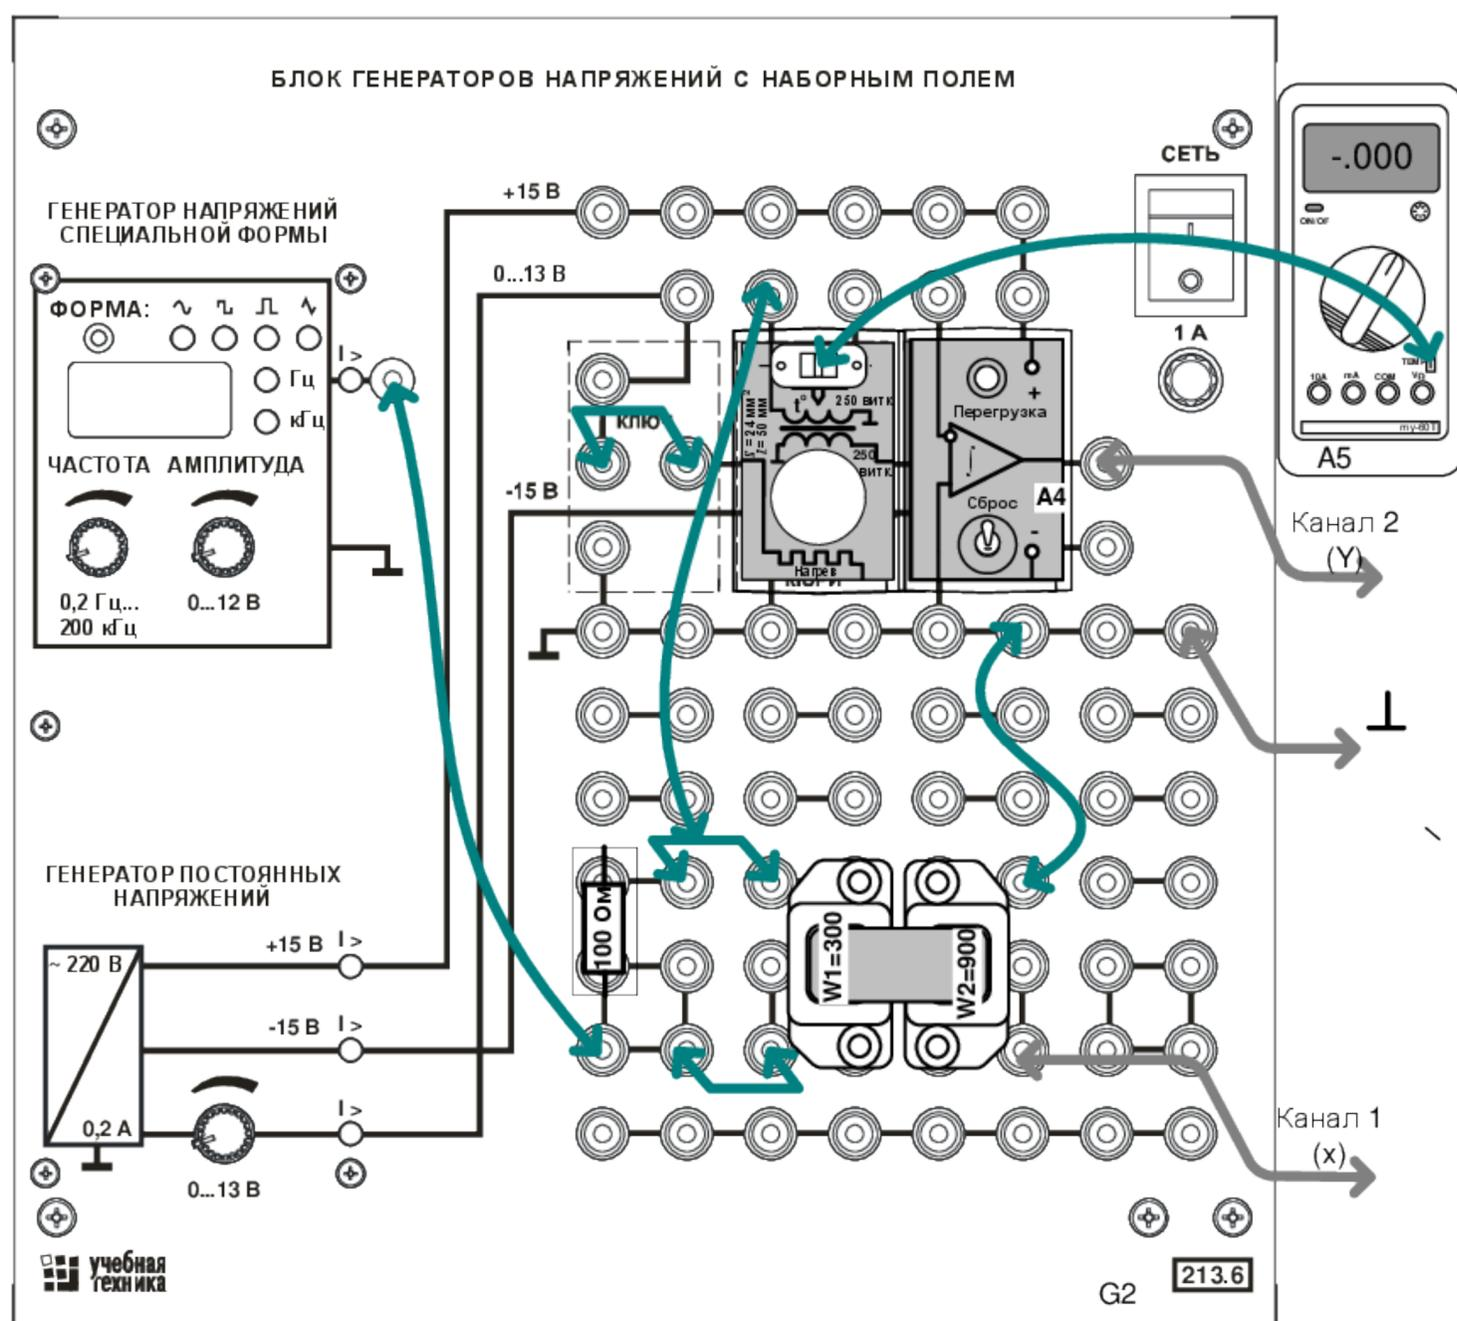

Рисунок 6.2 – Монтажная схема для снятия петли гистерезиса и определения точки Кюри
Цепь собирается на наборном поле блока генераторов напряжений как показано на монтажной схеме (рис. 6.2). Причём, миниблоки «Интегратор» и «Точка Кюри» устанавливаются в наборную панель точно на отведённое для них место. Тогда к интегратору автоматически подводятся напряжения питания «+» и «-» 15 В, а к нагревателю миниблока «Точка Кюри» подаётся напряжение - 15В. Кроме того, вторичная катушка трансформатора, встроенного в миниблок соединяется с входом интегратора. Это существенно уменьшает количество внешних соединений.
- Соедините аппаратуру в соответствии со схемой электрической соединений (рис. 6.2). *При подключении осциллографа аттенюаторы пробников-делителей установите в положение '1'. Для подключения пробников-делителей к цепи используйте подпружиненные щипцы из комплекта аксессуаров.*
- Включите устройство защитного отключения и автоматический выключатель в однофазном источнике питания G1 (218).